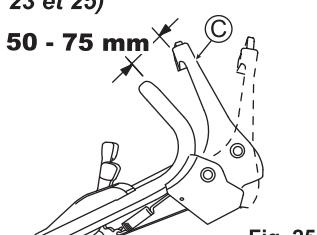

Fig. 25
Réglez de telle façon que la lame commence à tourner lorsque la distance entre le Levier de la lame (C) et la poignée est de 50 - 75 mm, avec le bouton jaune enfoncé ainsi qu'ilustré dans la Fig. 25.